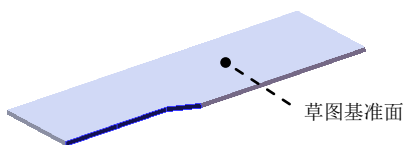

图 16.4.6 切除—拉伸 1
Step4. 创建图 16.4.6 所示的切除—拉伸 1。
(1) 选择命令。选择下拉菜单**插入(I)** → **切除(C)** → **拉伸(E)...**命令。
(2) 定义特征的横断面草图。
① 定义草图基准面。选取图 16.4.6 所示的表面作为草图基准面。